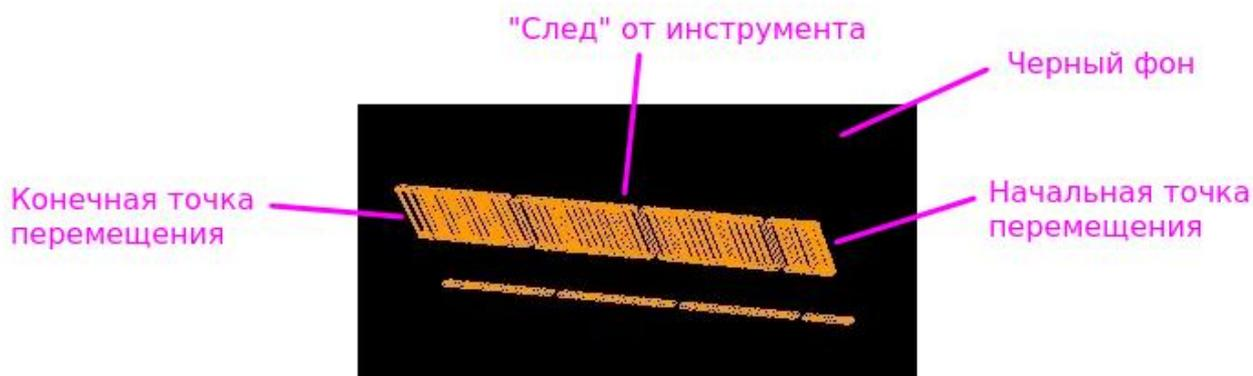

Рисунок 97. Некорректное построение визуализации
- 1) фон изображения всегда черный, независимо от настройки цветовой схемы (меню *Сервис* → *Настройки* → *Цвета*) (см. рис. 97);
- 2) при перемещении инструмент «оставляет за собой след» (см. рис. 97);